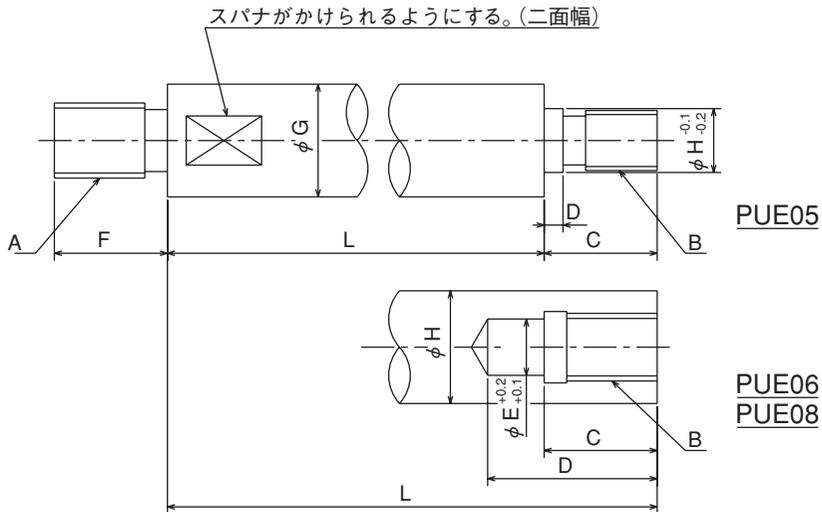

図 12
- ・ドローバーは図 12 の寸法 H を守り、引張り強さ 380MPa(38kgf/mm²)以上の材質を使用する必要がある。